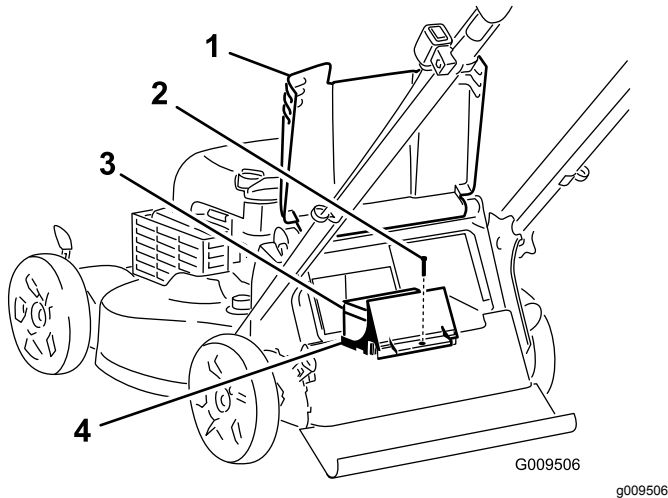

Bild 30
1. Heben Sie das hintere Ablenkblech an und finden Sie das Batteriefach (**Bild 30**).